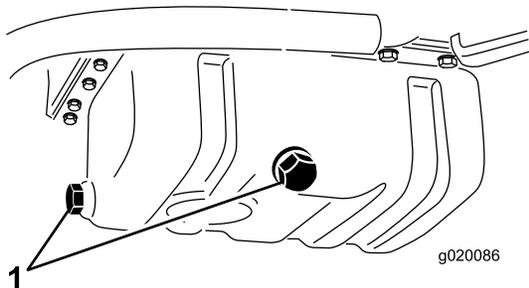

図 56
1. どちらかのドレンプラグ (図 56) を外してオイルを容器に受ける。オイルが抜けたらプラグを元通りに取り付ける。